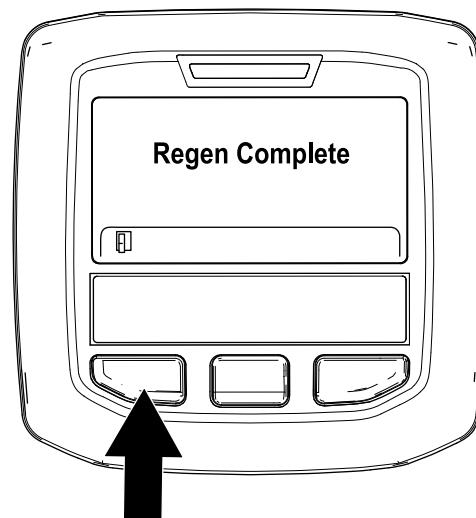

Bild 41
9. Die geparkte Regenerierung ist abgeschlossen, wenn die Meldung „Regen. Complete“ im InfoCenter angezeigt wird. Drücken Sie die linke Taste, um den Homebildschirm anzuzeigen (Bild 41).